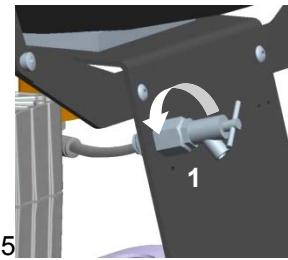

Rys.14
14.1. Wypuszczenie kondensatu**Sprężarki bez suszarki powietrza (Rys.14, Rys.15)**
Jeżeli sprężarka przez dłuższy okres nie będzie eksploatowana, poleca się spuścić kondensat ze zbiornika ciśnieniowego, a sprężarkę uruchomić na około 10 minut z otwartym zaworem do spuszczenia kondensatu (1) (Rys.14, Rys.15). Potem sprężarkę (3) należy wyłączyć przełącznikiem włącznika ciśnieniowego (2) (Rys.13) zamknąć zawór do wypuszczania kondensatu i urządzenie odłączyć od sieci elektrycznej.
- Obniżyć ciśnienie powietrza zbiornika ciśnieniowego przez otwarcie zaworu służącego do wypuszczania kondensatu (1) (Rys.14, Rys.15).